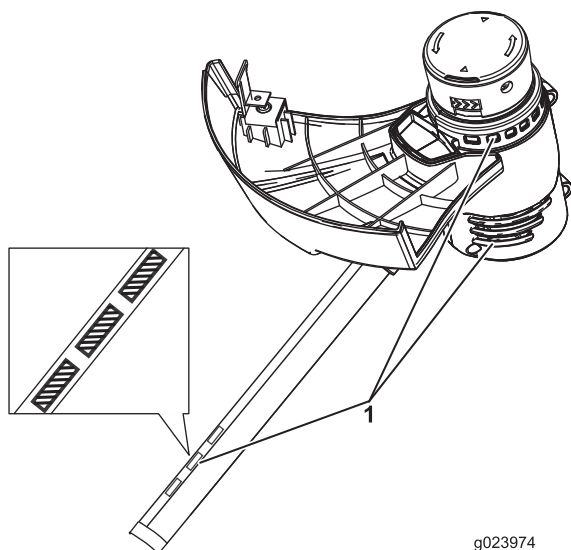

Figura 18
5. Con un cepillo, elimine los residuos de las entradas de aire de la carcasa del motor y del mango para evitar que el motor se sobrecaliente (Figura 18).